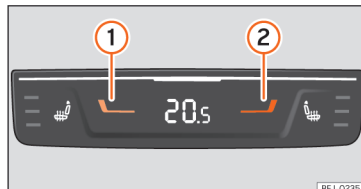

Abb. 149 In der Mittelkonsole hinten: Bedienelemente für die Temperatur der Climatronic für die hinteren Sitzplätze.
- Drücken Sie die Tasten **1** (blau-kalt) und **2** (rot-warm) » **Abb. 149**, um die Temperatur einzustellen.